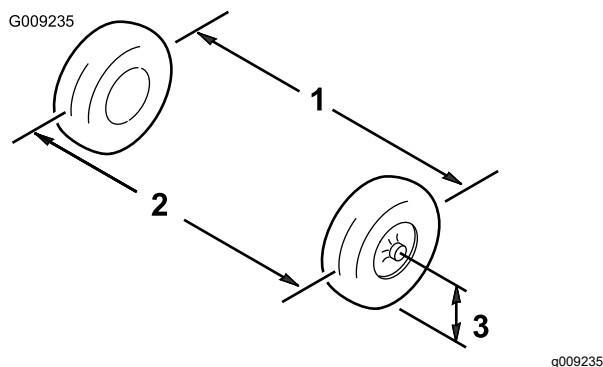

Figura 55
1. Misurate la distanza tra i pneumatici anteriori all'altezza dell'assale, davanti e dietro le ruote (Figura 55).